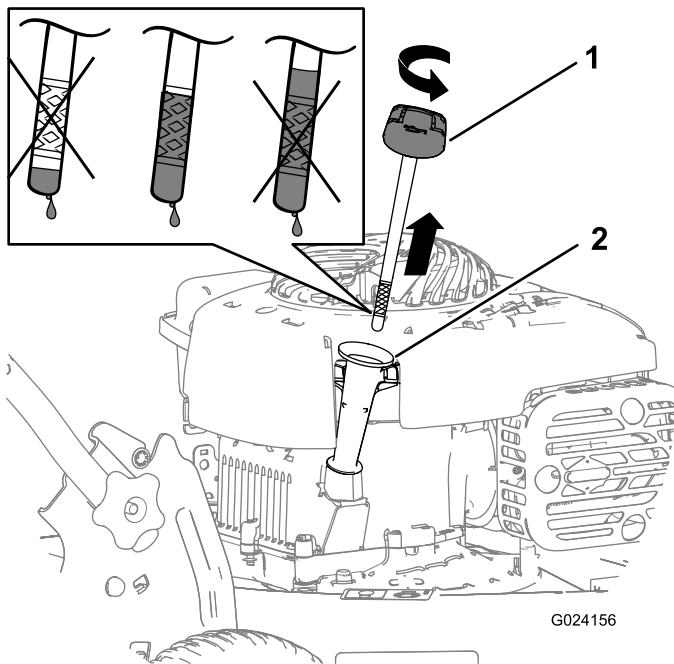

Figure 5
2. Retirez la jauge (Figure 5) et versez de l'huile dans le tube de remplissage pour remplir le carter moteur aux 3/4.
5. Sortez de nouveau la jauge et vérifiez le niveau d'huile (Figure 5).